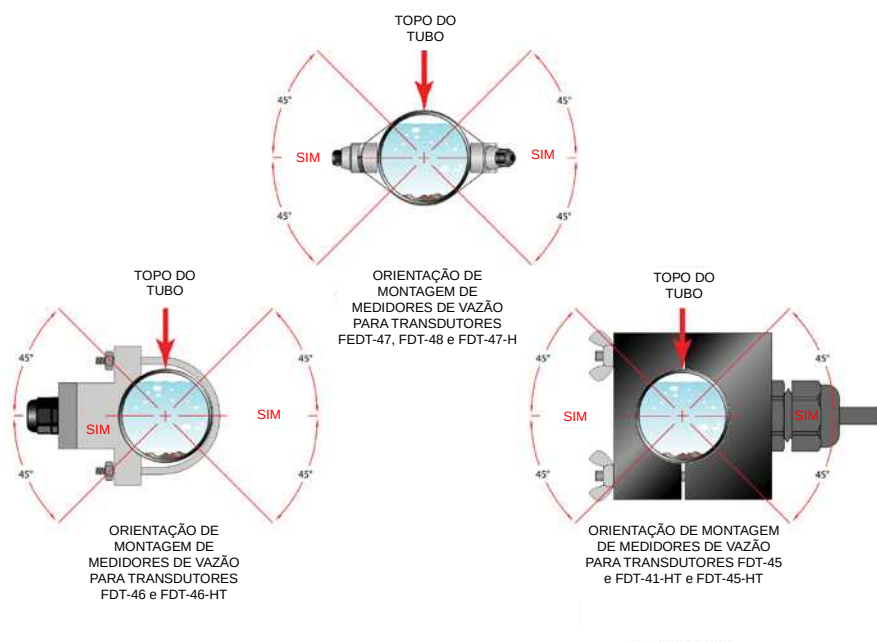

FIGURA 2.2 – ORIENTAÇÃO DO TRANSDUTOR – TUBOS NA HORIZONTAL
Os transdutores FDT-47, FDT-48 e FDT-47-HT deverão estar devidamente orientados e espaçados no tubo, a fim de garantir a condição ideal de confiabilidade e desempenho. No caso de tubos na horizontal e caso seja necessário proceder a uma montagem em **Z**, os transdutores deverão ser montados a uma distância de 180 graus radiais um do outro e, pelo menos, a 45 graus do centro fixo do topo e centro fixo do fundo do tubo. Veja **Figura 2.2** e o item que trata da instalação do transdutor com montagem em Z. No caso de tubos na vertical, a orientação não é crítica.
Os transdutores FDT-41 até FDT-46 e FDT-41-HT até FDT-46-HT devem ser montados com o cabo saindo a ± 45 graus da lateral de um tubo na horizontal. Veja **Figura 2.2**. No caso de tubos na vertical, não se aplica a orientação.
- 2) No caso de tubos na horizontal, o transdutor deve ser montado orientado de tal forma que o cabo saia da lateral do tubo a ± 45 graus. Não monte o transdutor com o cabo saindo do topo ou do fundo do tubo. No caso de tubos na vertical, a orientação não faz diferença. Veja a **Figura 2.2**.
- 3) Faça um vinco na linha da dobra do papel. Marque o vinco. Coloque uma marca no tubo, exatamente no local em que será instalado um dos transdutores. Veja **Figura 2.2** para saber quais são as orientações radiais aceitáveis. Enrole o modelo de volta em torno do tubo, colocando o início do papel e um dos cantos na marcação que você acabou de fazer no tubo. Vá para o outro lado do tubo e marque o tubo na mesma linha de ambas as extremidades do vinco do papel. A partir do final do vinco (transversalmente no tubo, a partir do local do primeiro transdutor), meça a dimensão obtida no **Passo 2, Espaçamento dos Transdutores**. Marque esse local no tubo.